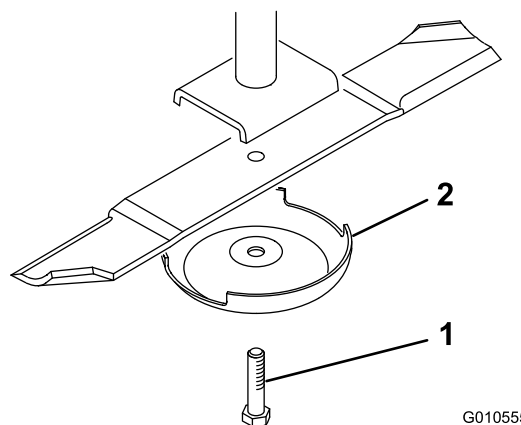

Figure 30
- Tenez la lame à son extrémité avec un chiffon ou un gant épais. Enlevez le boulon, la coupelle de protection et la lame de l'axe de pivot (Figure 30).